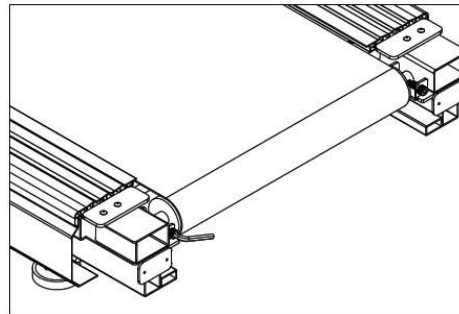

Abb. 4.5.2
- 2) Wie in Abb. 4.5.2 dargestellt, entfernen Sie nun die beiden hinteren Schrauben mit einem Innensechskantschlüssel.